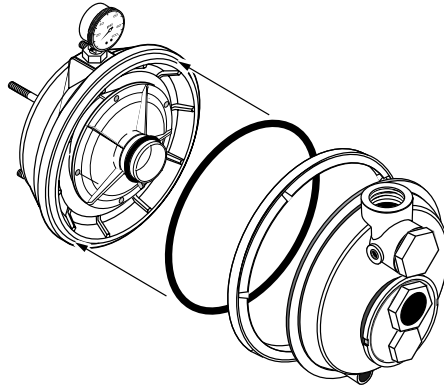

Figura 11
2. Coloque el aro tórico en la ranura sobre la superficie de la placa de estancamiento; coloque las mitades de la bomba juntas (ver figura 11).